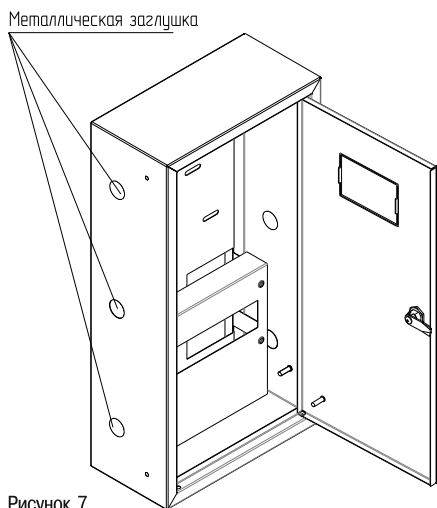

Рисунок 7
5.6 Удалите на левой или правой поверхности (в зависимости от того, какая будет примыкать к коробу КЭТ) заглушки отверстий или одного отверстия, если ввод и вывод проводов в ЯУР будет осуществляться через одно отверстие (рисунок 7). Контур полученного отверстия не должен иметь заусенцев и острых кромок.